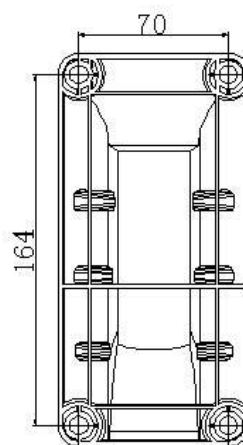

Figura 2
3. Tome la ménsula de montaje como una plantilla para marcar la posición para instalar los pernos, luego taladre 4 orificios en la pared. (Figura 2)